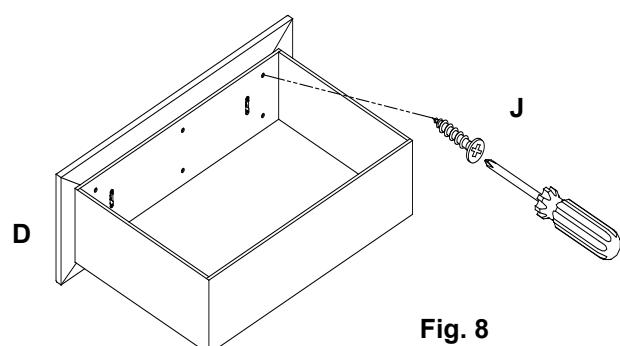

Fig. 8
Une fois que le bandeau de tiroir (D) est fixé, utiliser un tournevis cruciforme (non inclus) pour insérer les six vis (J) du tiroir sur le bandeau de tiroir (D). Voir **Fig. 8**.